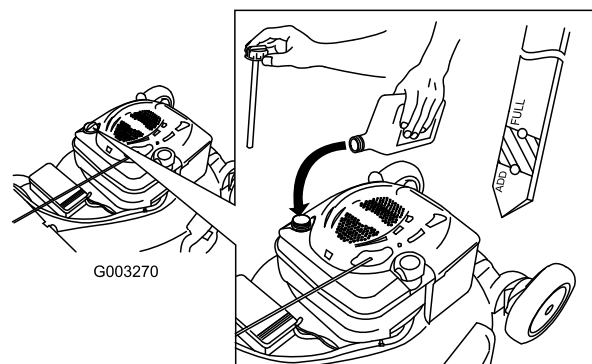

Bild 46
4. Füllen Sie das Öl **langsam** in den Einfüllstutzen ein, um den Ölstand auf die Marke Voll am Peilstab anzuheben. Bild 46 **Füllen Sie nicht zu viel ein.** (Max. Füllstand: 0,59 l des Typs: Waschaktives SAE 30-Öl mit der Klassifizierung SF, SG, SH, SJ, SL oder höher durch das American Petroleum Institute (API).)